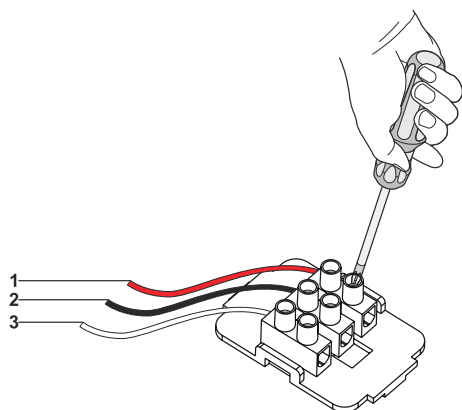

Fig. 10
1. ➤ **NC / COM:** När dessa 2 anslutningar används och fläkten stängs av kommer fläkten skicka en signal till den anslutna enheten (Fig. 10).
2. ➤ **NO / COM:** När dessa 2 anslutningar används och fläkten sätts på kommer fläkten skicka en signal till den anslutna enheten (Fig. 10).